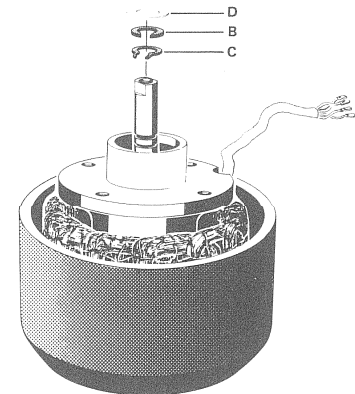

Fig. 4.5.-1
4.5. Wickel-motoren Lager auswechseln (Fig. 4.5.-1)
4.5. Spooling motors, replacement of bearing (fig. 4.5.-1)
4.5. Echange des coussinets du moteur de bobinage (fig. 4.5.-1)